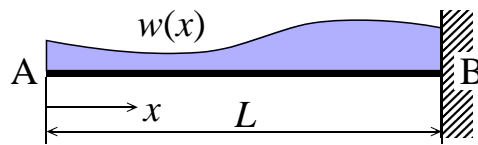

図 23: 片持ちはりの場合
センセ:そうですね。では、片持ちはりの場合について簡単に述べておきましょう。まず、片持ちはり (図 23) の場合です。式 (71) と (73)